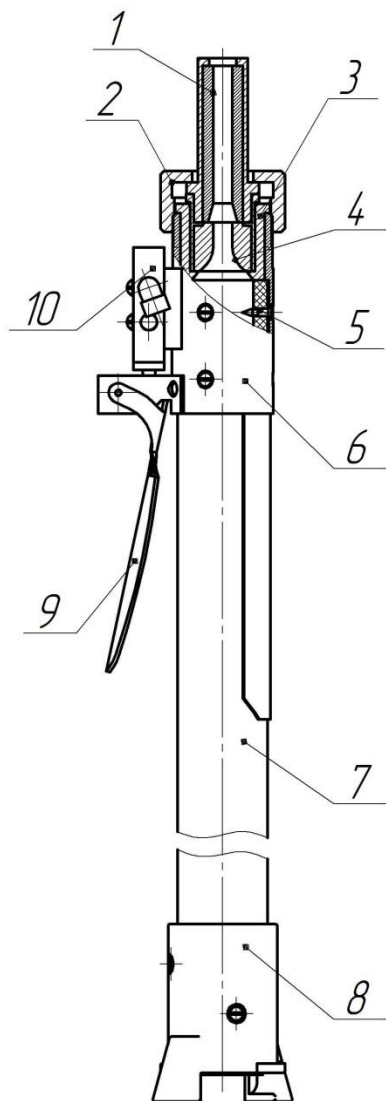

Рисунок 4. Напорный рукав.
14.4. **Гарантия не распространяется** на быстроизнашивающиеся детали и комплектующие изделия (рис.4):